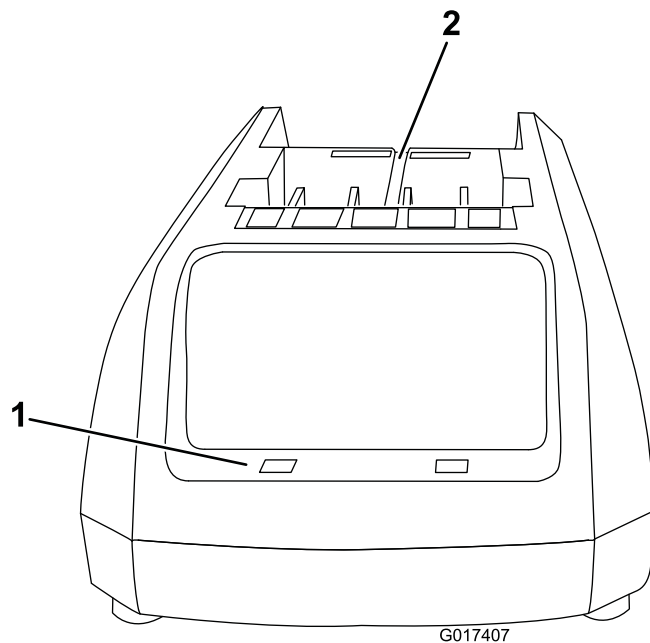
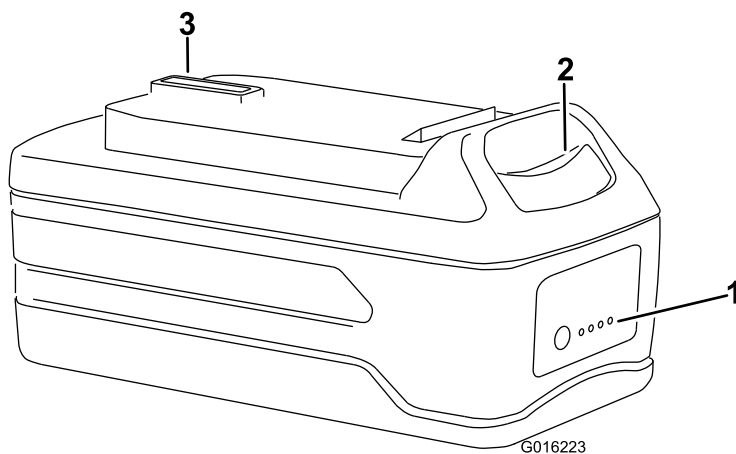

Figura 9
Figura 10
1. Ponga la batería boca abajo y alinee el terminal de la batería con la ranura del cargador (Figura 9 y Figura 10).